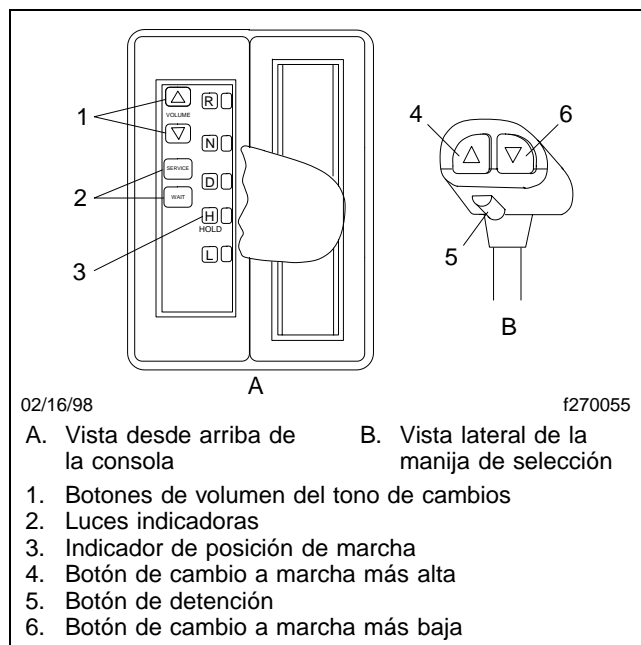

Figura 8.13, Consola de mando del conductor (DCC)
Cuando las condiciones son las correctas para un cambio, la unidad de control electrónico (Electronic Control Unit o ECU) notifica al conductor con un tono proveniente de la consola de mando del conductor (Driver Command Console o DCC). Vea la **Figura 8.13**. El conductor, al estar listo para hacer el cambio, interrumpe el par motor y la transmisión pasa a neutro. Entonces el conductor aumenta o reduce la velocidad del motor para sincronizar el cambio. Cuando la velocidad del motor es la correcta, la transmisión hace el cambio automáticamente.
- La consola de mando del conductor (Driver Command Console o DCC **Figura 8.13**) reemplaza la palanca de cambios y controla los patrones de cambio de la transmisión. Hay indicadores para las tres posiciones de marcha hacia adelante: conducción o "D", manutención o "H", y baja "L", más posiciones de reversa y neutro. También hay botones de volumen del tono de cambios y luces de servicio y de espera ubicados en la consola. La manija de selección de marchas tiene botones de cambio a marchas más altas y más bajas, y un botón de detención de la palanca de selección de marchas.
2. Seleccione la reversa LO (baja) o HI (alta) presionando el botón de cambio ya sea a marcha más alta o más baja (**Figura 8.13**) en la manija de selección de marchas.